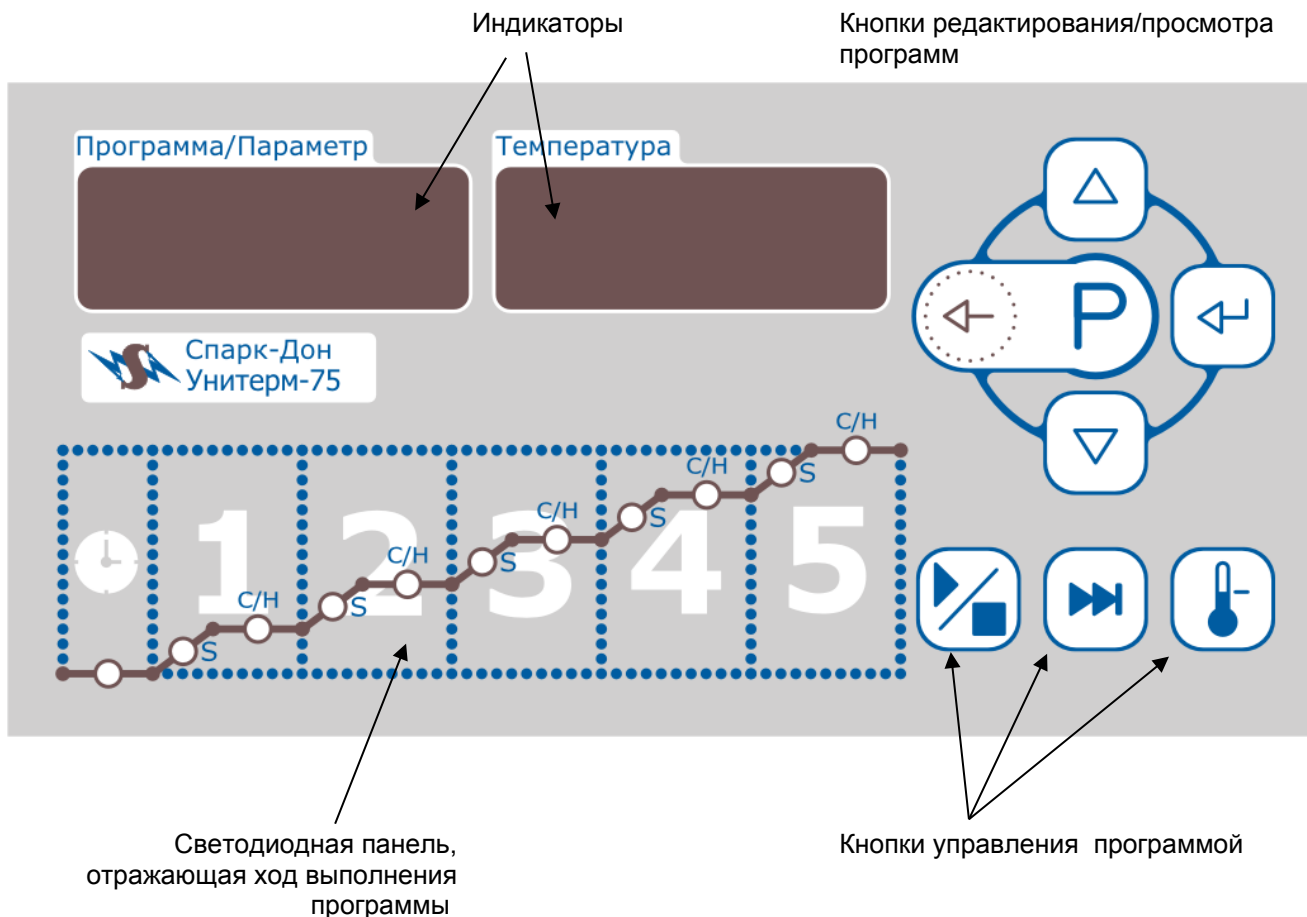

Рисунок 1. Внешний вид лицевой панели
4.4. На передней панели блока управления расположены выключатель «СЕТЬ», а также клавиатура, дисплей и светодиодная панель (см. рис.1), обеспечивающие ввод и индикацию параметров программ, температуры в рабочей камере, длительности выдержки, скорости на всех стадиях нагрева и охлаждения. Внешний вид лицевой панели показан на рисунке 1.